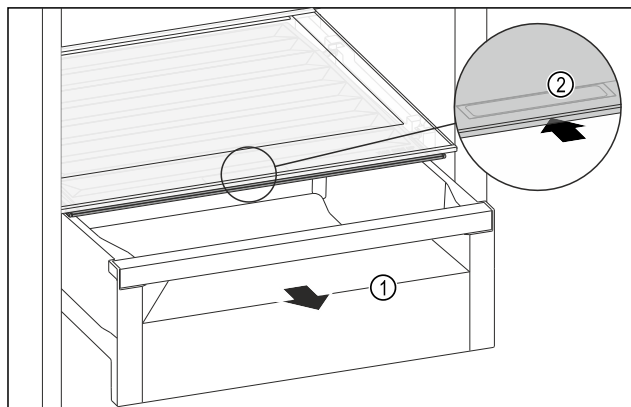

Fig. 124
- Zásuvku Fig. 124 (1) vytáhněte.
- Uchopte prohlubeň pro rukojeť Fig. 124 (2) na víku zásuvky a současně zasuňte víko zásuvky směrem dozadu.